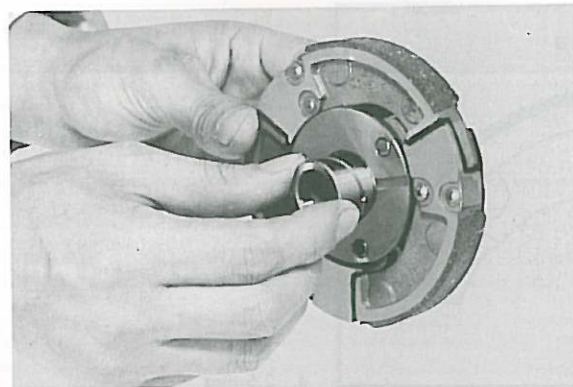

Fig. 3-3-22
3. Thoroughly clean the second clutch assembly and spacer. Apply a light film of oil on the bushing surface and spacer. Fit the spacer into the bushing. It should be a smooth, thumb-press-fit. The spacer should rotate smoothly within the bushing. (Fig. 3-3-22)
3. Nettoyer soigneusement l'embrayage de seconde et sa bague. Appliquer une légère couche d'huile sur les surfaces de l'alésage central et de la bague. Insérer la bague dans l'alésage avec le pouce: on doit sentir un ajustage gras, et la bague doit tourner facilement dans l'alésage. (Fig. 3-3-22)
3. Kupplung Nr. 2 und Abstandshülse gründlich reinigen. Buchse und Abstandshülse mit Öl schmieren. Abstandshülse in die Buchse einsetzen. Die Abstandshülse sollte sich mit dem Daumen glatt einpressen lassen und ohne fühlbaren Widerstand in der Buchse drehen. (Fig. 3-3-22)